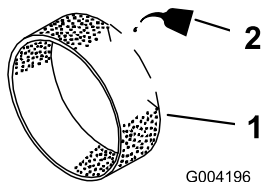

図 145
3. 乾いたら新しいエンジンオイルを 3-60 ml 含ませる(図 145)。